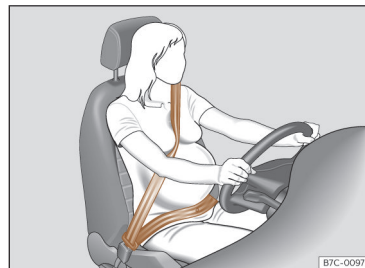

Abb. 23 Gurtbandverlauf bei schwangeren Frauen.
Bei **schwangeren Frauen** muss der Sicherheitsgurt gleichmäßig über die Brust und möglichst tief vor dem Becken verlaufen sowie flach anliegen, damit kein Druck auf den Unterleib ausgeübt wird – und das während der gesamten Schwangerschaft >>> (Abb. 23).
- Das Beckengurtteil des Sicherheitsgurtes muss bei Schwangeren möglichst tief vor dem Becken verlaufen und „um den runden Bauch herum“ flach anliegen >>> (Abb. 23).